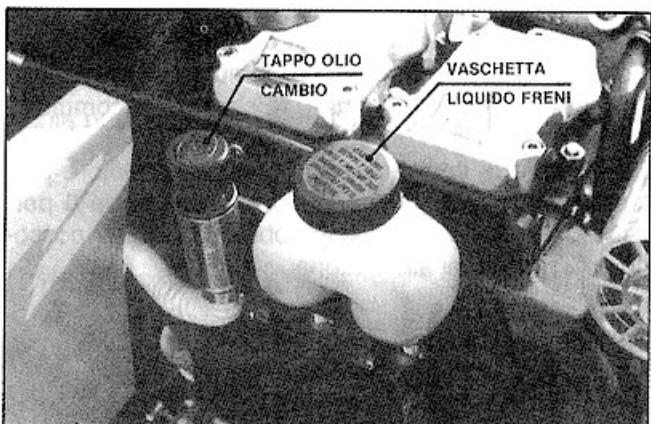

Fig. 4
- Verificar o nível de óleo dos travões (Fig. 4).
Verificar, de 4 em 4 horas, o nível do líquido dos travões no recipiente existente do lado direito do motor (Fig.4). Se necessário, adicionar líquido de travões. Controlar periodicamente o sistema de travagem para verificar se não há fugas.